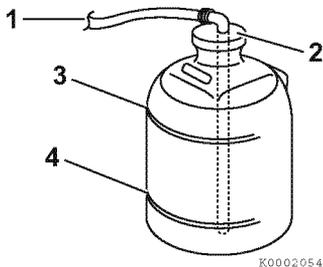

Figura 9
5. Retire la tapa del depósito de recuperación de refrigerante (2, **Figura 9**) y llénelo con mezcla refrigerante hasta el límite inferior (4, **Figura 9**). Coloque la tapa. No lo llene nunca hasta el límite superior (3, **Figura 9**). Capacidad del depósito de recuperación de refrigerante: 0,8 l (1,7 pintas)
6. Revise el manguito de goma (1, **Figura 9**) que conecta el depósito de recuperación de refrigerante intercambiador de calor. Asegúrese de que el manguito está bien conectado y que no está suelto o dañado. Si hay fugas en el manguito o en sus uniones se perderá una cantidad excesiva de refrigerante.